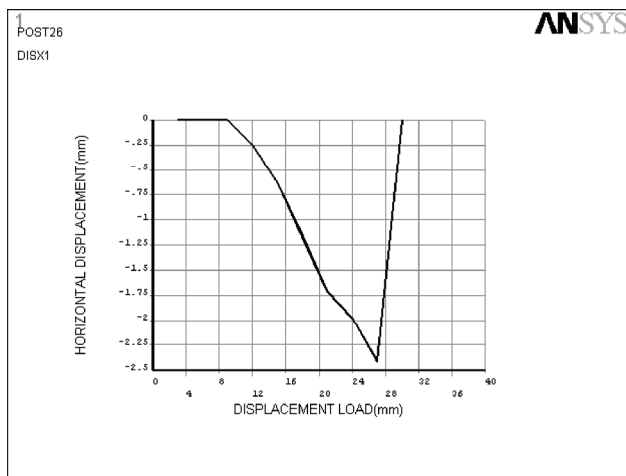

图 5-198 A 点水平位移和压下位移的变化关系
20) 选择 Main Menu | TimeHist Postpro | Graph Variables 命令, 出现 Graph Time-History Variables 对话框, 在 NVAR1 1st variable to graph 输入栏中输入 2, 单击 OK 按钮, ANSYS 显示窗口将显示 A 点水平位移和压下位移的变化关系曲线, 如图 5-198 所示。